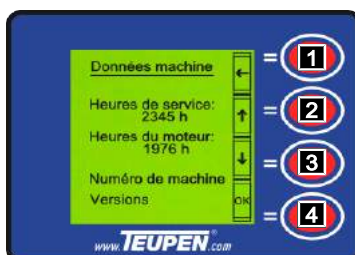

Fig. 84
1. Sélectionner un sous-menu avec les [Touches de fonction] (Fig.84/2 et 3).
2. Accéder avec la [Touche de fonction] (Fig.84/4) au sous-menu sélectionné.
3. Retourner au [Menu principal] avec la [Touche de fonction] (Fig.84/1).